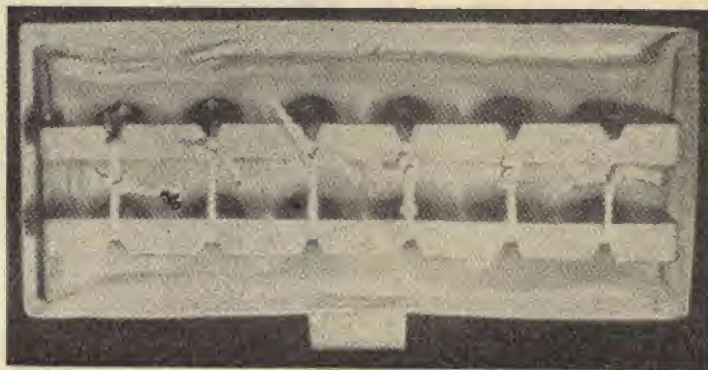

Fig. 20 - Ecco il fissa stoppini in opera: nulla di più semplice e di più efficace
Passo 1 - Fissate tutti gli stoppini come illustrato in fig. 20.